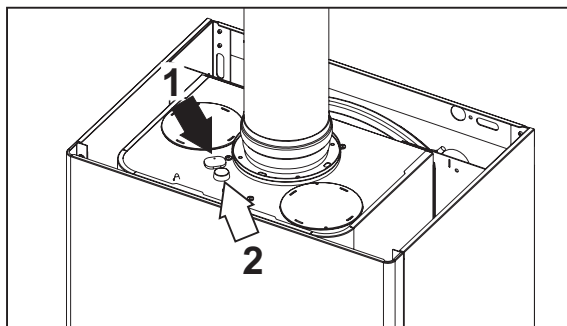

fig. 29 - Análisis de los humos DIVAtop MICRO LN F 24
En la parte superior de la caldera hay dos puntos de toma, uno de humos (ref. 1 - fig. 29) y otro de aire (ref. 2 - fig. 29). Para efectuar las tomas, proceder del siguiente modo: